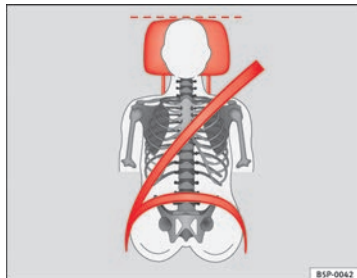

Fig. 12 Banda del cinturón y apoyacabezas ajustados correctamente, vistos de frente
- La banda del hombro debe pasar aproximadamente por el centro del mismo. El cinturón de seguridad debe quedar plano y bien ceñido a la parte superior del cuerpo ⇒ **fig. 12**.